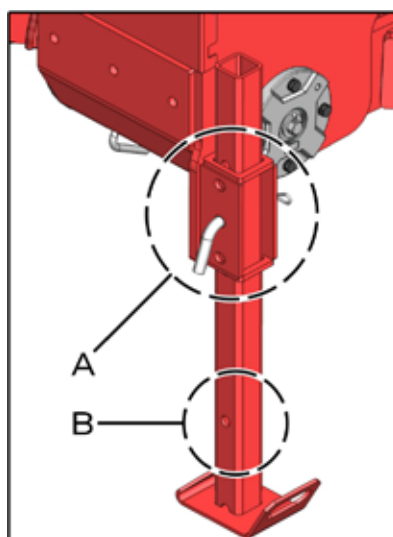
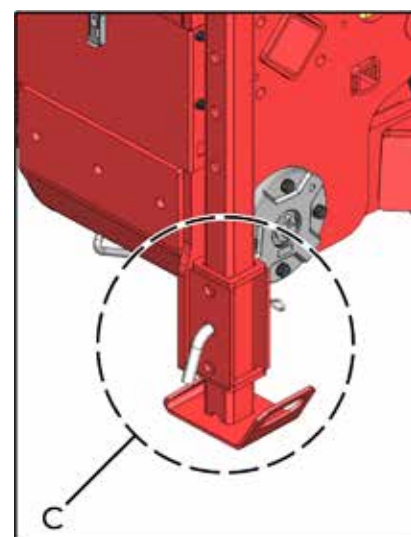

fig. 03
fig. 04
Para apoiar a semeadora em local plano e firme, é necessário utilizar o pé de apoio na posição (A) (fig. 03).
Para realizar o transporte ou trabalho com a semeadora, utilize o pé de apoio na posição (C) (fig. 04). Para isso, suspenda-o até o último furo (B) (fig. 03).